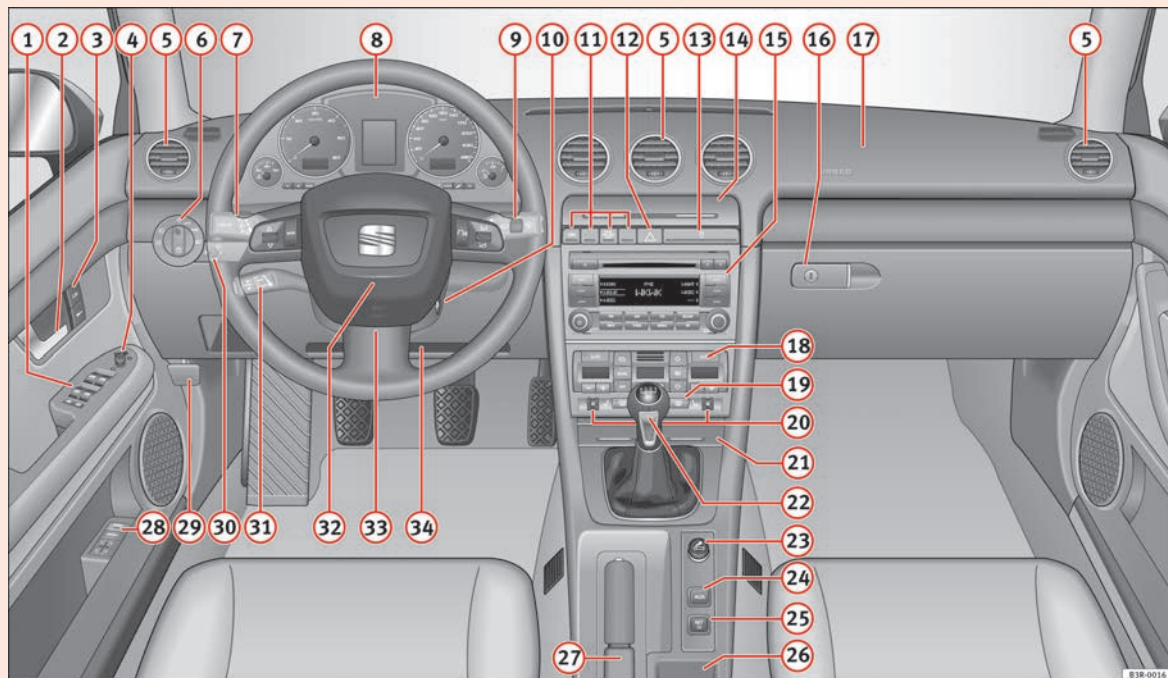

Fig. 36 Alcuni degli strumenti indicati sono disponibili solo per determinati modelli o sono optional disponibili a richiesta
- Nelle vetture con guida a destra* la disposizione dei comandi è in parte diversa da quella rappresentata nella ⇒ pag. 60, fig. 36. I numeri di riferimento dei comandi sono però gli stessi. ■